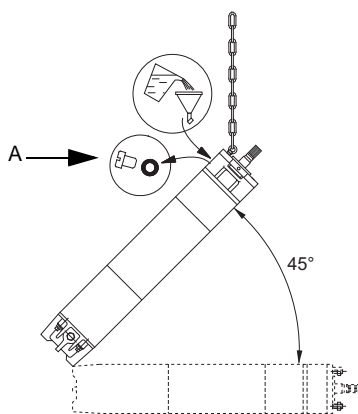

Fig. 4 Posição do motor durante o enchimento – MMS
1. Colocar o motor num ângulo de 45° com o topo do motor para cima, ver fig. 4.